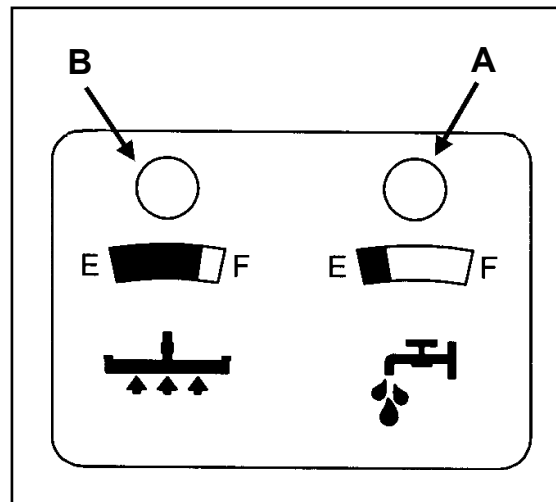

Figura 23
**Lectura del indicador de falta de carga de solución (consulte la figura 23, A)**
**Lectura del indicador de depósito de recuperación lleno (consulte la figura 23, B)**